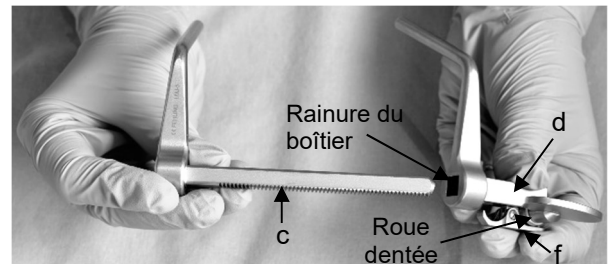

Fig. 16
1. Faire passer la crémaillère (c) dans la rainure du boîtier (d). Débloquer simultanément le verrou (f) en poussant dans le sens de la crémaillère (c) (Fig. 16).